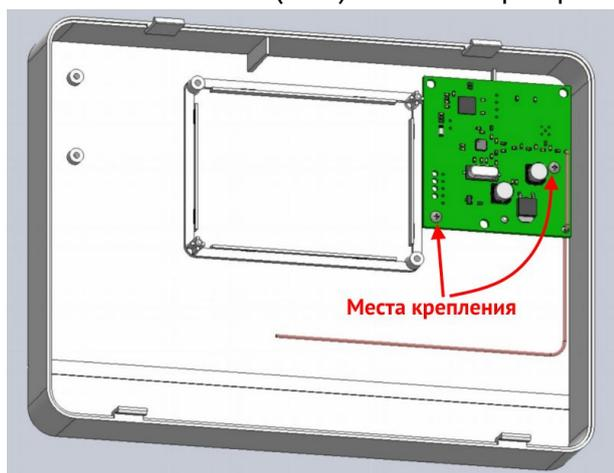

Рисунок 15. Радиоприемники серии «L25-R433» в корпусе прибора
■ или «L25_R433»	В корпусе, рис. 15